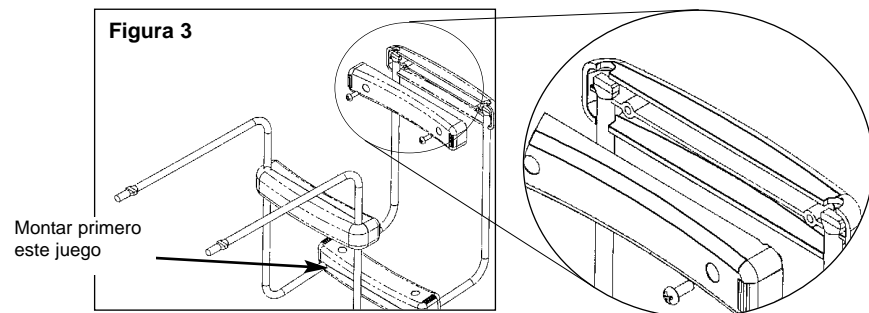

Figura 3
2. Para montar el dispositivo de salida, se requieren 2 destornilladores de cabezal Philips, los 2 estribos de metal y los juegos de conectores del dispositivo de salida (3) (cada juego contiene una pieza de plástico superior, una pieza de plástico inferior y dos tornillos). Montar cada juego de conectores del dispositivo de salida sobre los estribos de metal como se muestra en la figura 3.